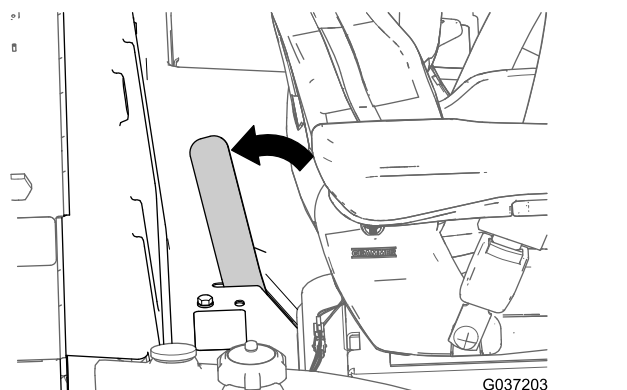

図 7
3. 運転台を完全に下げ、ラッチのハンドルを機体後方に動かして 図 7 ラッチのフックをロックバーに掛けて運転台を固定する。